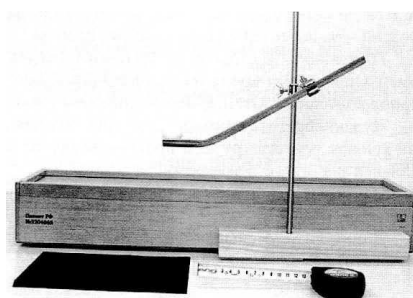

Рисунок 5.
1. Подготовить экспериментальную установку согласно описанию (рис. 5).